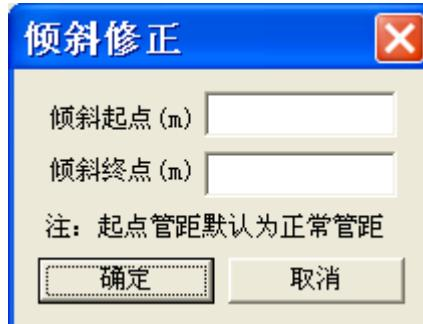

图 4.23 桩倾斜修正窗口
**倾斜修正：**选择此项，弹出图 4.23 所示窗口，用户输入需要倾斜修正的桩的起始位置和终点位置，按确认后即可对倾斜区域的声速曲线进行修正。